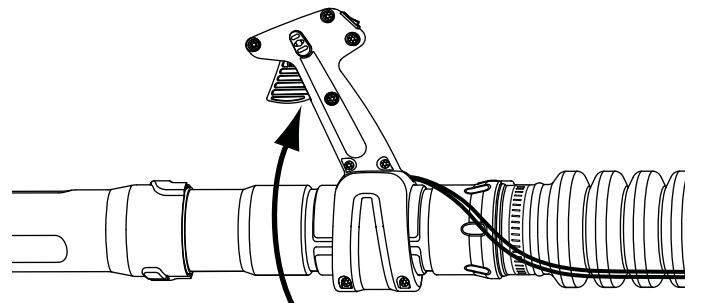

Fig. 8
3. Alinee el mango de control del regulador con la ranura más cercana a la posición cómoda y gire el mango de control del regulador en el sentido de las agujas del reloj hacia la posición vertical (Fig. 8).